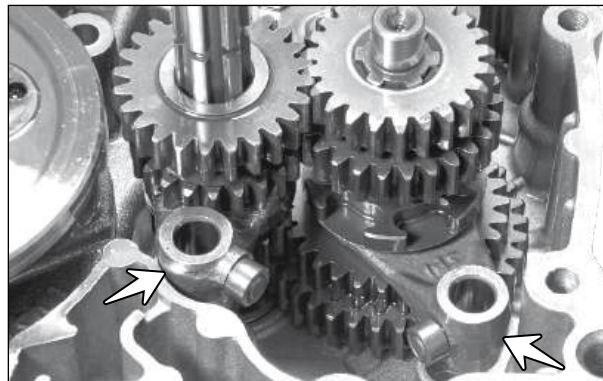

Fig. 3.171
- Instale os garfos seletores de baixa e alta velocidade junto com os roletes espaçadores (setas) em suas respectivas posições (respectivas ranhuras das engrenagens). (Fig. 3.171)